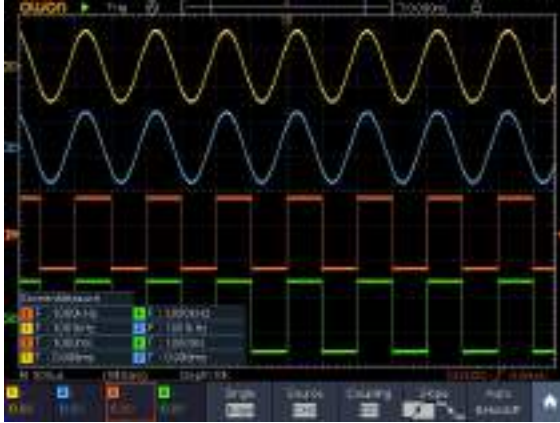

Рисунок 5-23 Автоматическое измерение
8. В правом меню выберите Add (Добавить). Добавится измерение частоты. Измеренное значение будет автоматически отображаться в левом нижнем углу экрана (см. рисунок 5-23).